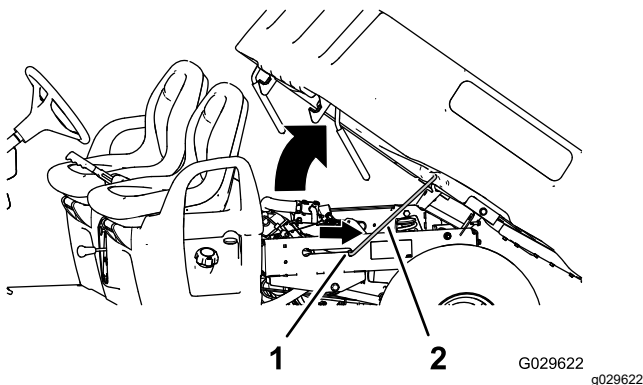

Figure 13
2. Placez la béquille de maintien dans la fente de verrouillage pour bloquer le plateau en position (Figure 13).
2. Tirez la béquille hors de la fente de verrouillage (Figure 13).
3. Abaissez le plateau jusqu'à ce qu'il se verrouille fermement (Figure 13).